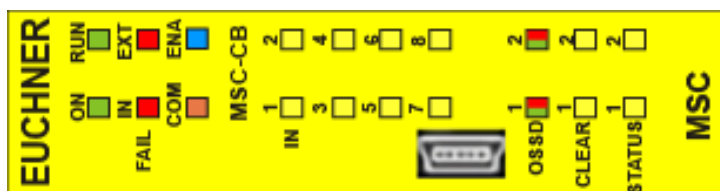

Bild 28:
8.4.1. Basismodul MSC-CB (Bild 28)